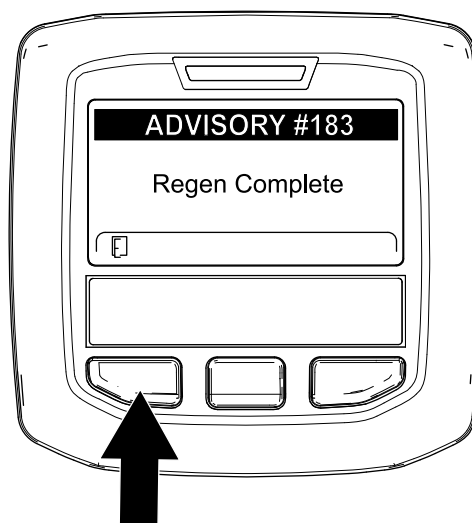

Figura 59
9. Quando o computador do motor conclui uma regeneração em estacionamento ou de recuperação, o InfoCenter apresenta o AVISO N.º 183 (Figura 59). Prima o botão esquerdo para sair para o ecrã inicial.
Nota: Se a regeneração não for concluída, o InfoCenter apresenta o Aviso n.º 184 (Figura 59). Prima o botão esquerdo para sair para o ecrã inicial.